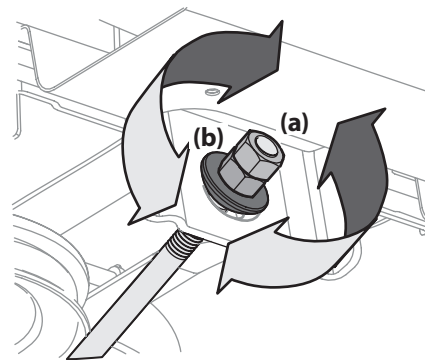

Figure 4-9
5. Pour relever l'avant du plateau de coupe, retirez le capuchon, desserrez l'écrou supérieur (a), puis resserrez l'écrou inférieur (b) (dans le sens horaire). Voir Figure 4-9. Après avoir effectué le réglage, resserrez l'écrou supérieur (a) et remplacez le capuchon.
6. Pour baisser l'avant du plateau de coupe, retirez le capuchon, desserrez l'écrou supérieur (a), puis desserrez l'écrou inférieur (b) (dans le sens anti-horaire). Voir Figure 4-9. Après avoir effectué le réglage, resserrez l'écrou supérieur (a) et remplacez le capuchon.